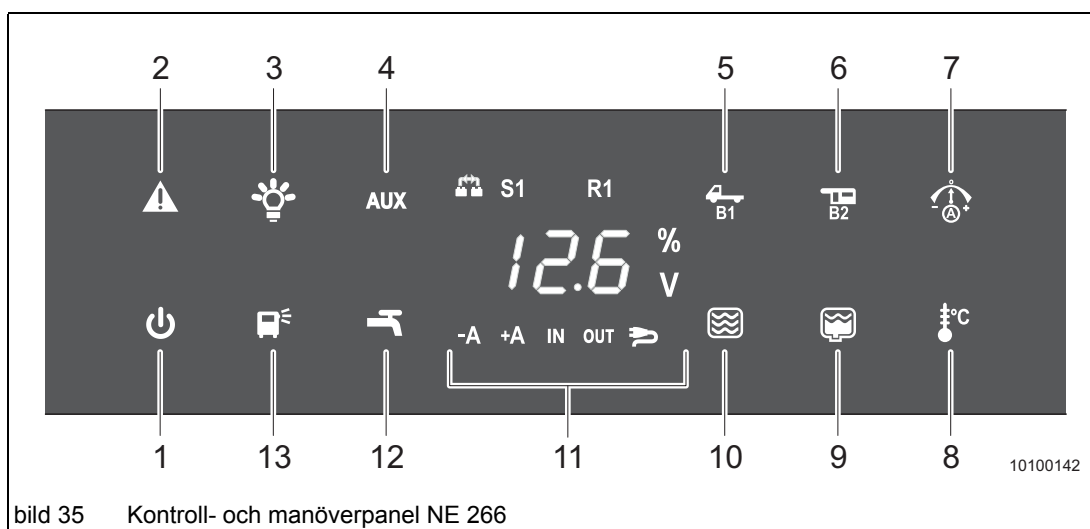

bild 35 Kontroll- och manöverpanel NE 266
→ Vidrör tangenten "till/från" (bild 35/1) för att deaktivera manöverpanelen.
→ Vidrör tangenten "Innerbelysning" (bild 35/3) för att tända/släcka innerbelysningen.
- Vidrör tangenten "Ytterbelysning" (bild 35/13) för att tända/släcka ytterbelysningen.
- Vidrör tangenten "AUX" (bild 35/4) för att sätta på/stänga av AUX-funktionen.
- Vidrör tangenten "Pump" (bild 35/12) för att sätta på/stänga av pumpen.
- Vidrör tangenten "Startbatteri B1" (bild 35/5) en gång för att visa spänningen hos startbatteri (B1) på displayen (bild 35/11).
- Vidrör tangenten "Bostadsdelsbatteri B2" (bild 35/6) en gång för att visa spänningen hos bostadsdelsbatteriet (B2) på displayen (bild 35/11).
- Vidrör tangenten "Bostadsdelsbatteri laddas/urladdas" (bild 35/7).
Om batteriet för tillfället laddas visar displayen (bild 35/11) "+A". Om batteriet för tillfället laddas ur visar displayen "-A".
- Tryck på tangenten "Renvattentank" (bild 35/10) för att visa nivån i renavattentanken (S1) på displayen (bild 35/11) i procent (0 %, 25 %, 50 %, 75 %, 100 %).
Om renavattentanken är tom blinkar indikeringen på displayen (bild 35/11). Om anslutningarna till tanken är felbehäftade visas "- -" på displayen.
- Tryck på tangenten "Smutsvattentank" (bild 35/9) för att visa nivån i smutsvattentanken (R1) på displayen (bild 35/11) i procent (0 %, 25 %, 50 %, 75 %, 100 %).
Om smutsvattentanken är full blinkar indikeringen på displayen (bild 35/11). Om anslutningarna till tanken är felbehäftade visas "- -" på displayen.
- Tryck en gång på tangenten "Temperaturindikering" (bild 35/8) för att visa inomhustemperaturen på displayen (bild 35/11).
- Tryck två gånger på tangenten "Temperaturindikering" (bild 35/8) för att visa utomhustemperaturen på displayen (bild 35/11).
Indikeringen "Störning" (bild 35/2) tänds om ett fel inträffar.
På displayen (bild 35/11) visas en felkod:
Följande funktioner är tillgängliga endast om innerbelysningen är kopplad till manöverpanelen (bild 35/3).